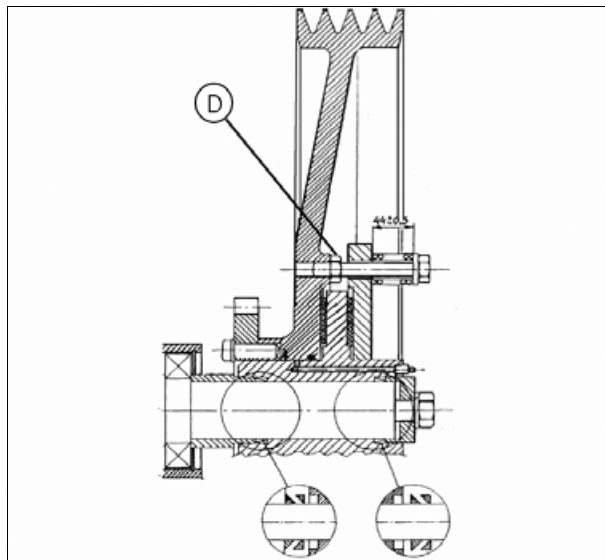

Рис. 4.
6. Сожмите прижимные пружины до длины $44 \pm 0,5$ мм. Законтрите болты при помощи гайки (D) (рис. 4).